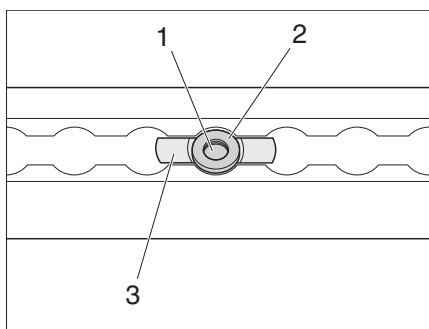

Figure 26 Démontez le coulisseau
- Utilisez la clé Torx pour desserrer la vis (Figure 26, 1) dans le coulisseau.
- Déplacez le coulisseau (Figure 26, 3) dans la grille jusqu'à ce que le disque de centrage rouge (Figure 26, 2) puisse être retiré.
- Retirez le coulisseau (Figure 26, 3).